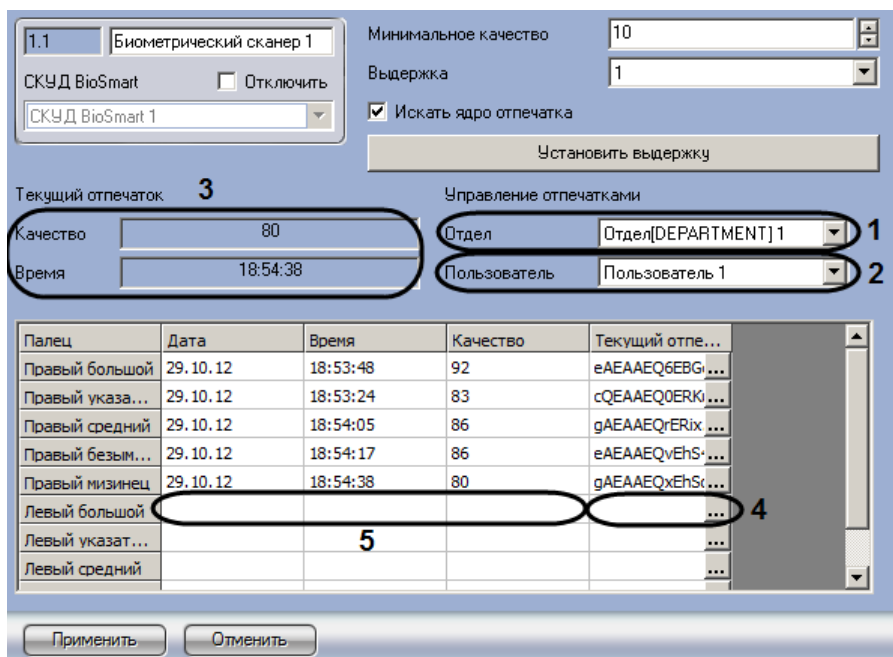

Рис. 3.10—1 Внесение отпечатков пользователя в систему
- Перейти на панель настроек объекта **Биометрический сканер** (Рис. 3.10—1).
2. Из раскрывающегося списка **Отдел** выбрать объект **Отдел**, в который входит пользователь (см. Рис. 3.10—1, 2).